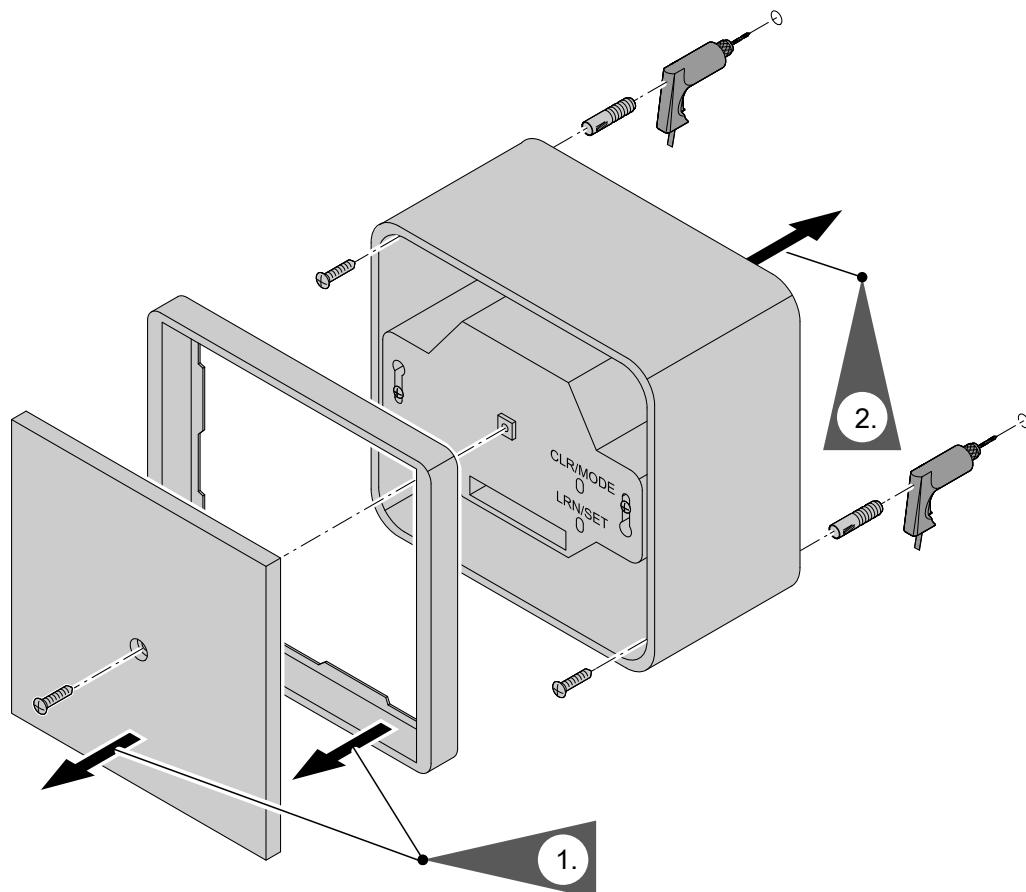

Abb. 8
- Funkempfänger schließen, siehe umgekehrte Reihenfolge aus Abb. 8).